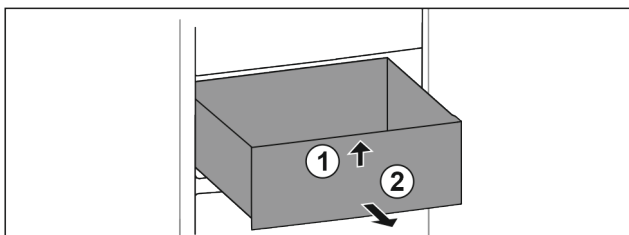

Fig. 68
- ▶ Schubfach vorne anheben. Fig. 68 (1)
- ▶ Schubfach nach vorne entnehmen. Fig. 68 (2)